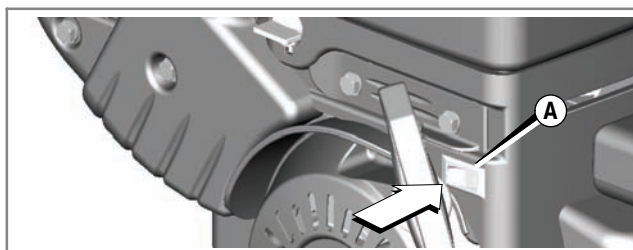

Abb. 9
- Den Stoppschalter (A) (falls vorhanden) auf Stopp-Position stellen (Abb. 9).